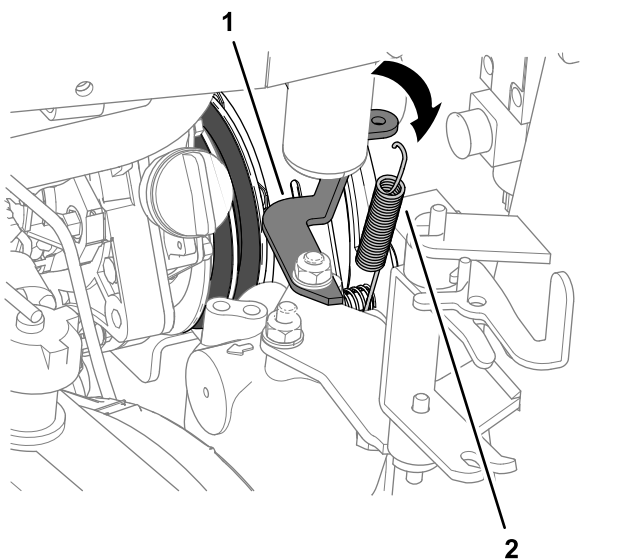

Figura 90
5. Pe partea radiatorului, decuplai arcu amortizorului ambreiajului de pe suportul arcului (Figura 90).
4. Cuplai arcul amortizorului ambreiajului între urubul plăcii de ambreiaj din interior i suportul arcului; consultai Figura 90 din Demontarea curelelor prizei de putere (Pagină 64).